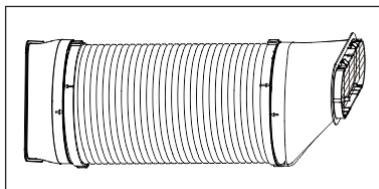

Fig.3
- 3) Après l'assemblage, comme sur la figure (Fig. 3)